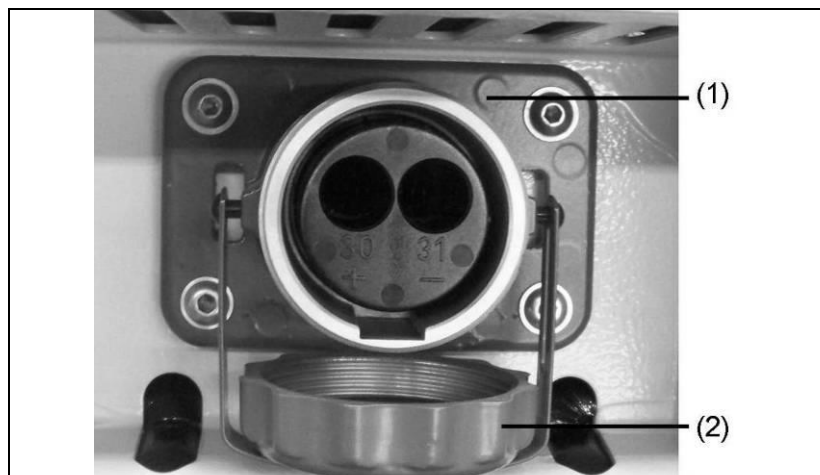

Fig. 5-8: Koble til ekstern startinnretning
1. Skru av dekslet (fig. 5.8 (2)) på stikkontakt for ekstern start (fig. 5.8 (1)).